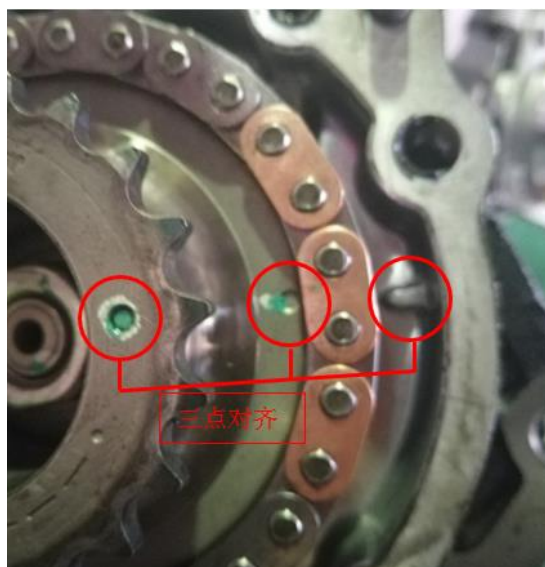

图10 一级正时链条安装图
6.7.2 安装中间链轮和第一级正时链条，见图10。将中间链轮标记、链条中间铜色链节及缸体上的三个标记对齐。安装链轮固定螺丝，紧固力矩为  $75\text{ N}\cdot\text{m}\pm 2\text{ N}\cdot\text{m}$ 。然后安装链条张紧器。